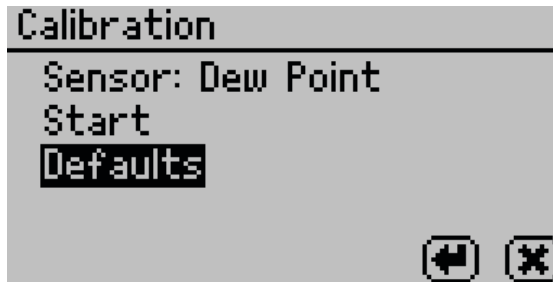

Figure 70 Màn hình Calibration với sự lựa chọn Defaults
4. Chọn Mặc định để khôi phục lại Mặc định của nhà sản xuất (Figure 70).